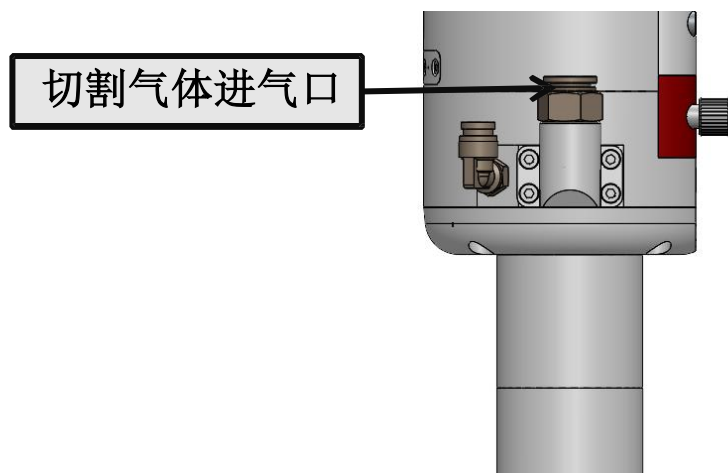

图1.1
8. 切割气体进气口：10mm气管接口，用于切割时切割气体的输入，如图1.1所示。
9. 冷却气体入口：6mm气管接口，用于切割时对喷嘴与陶瓷环的冷却，尖头不需要接此接口，此接口预留便于客户改用平头传感器使用。如图1.1所示。